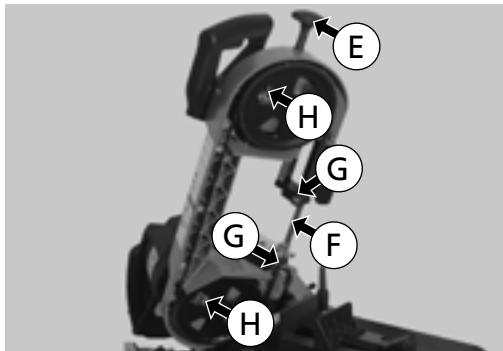

Fig. 50
5. Desserrer la lame autant que possible en faisant tourner le bouton de serrage (E) dans le sens antihoraire (fig. 50).
6. Retirer la lame des guides et la déplacer autour des roues (H) (fig. 50).